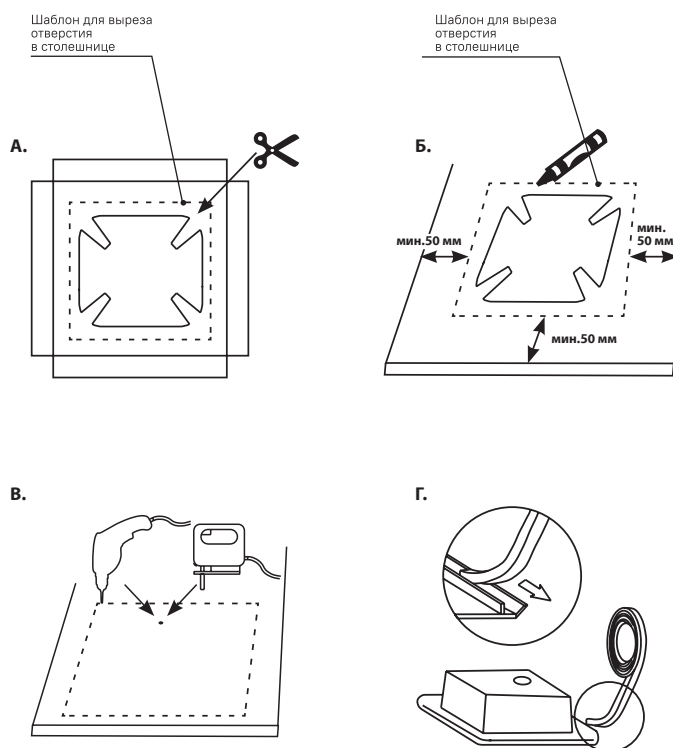

Рис. 1
3. Следуйте схеме установки на рис. 1.